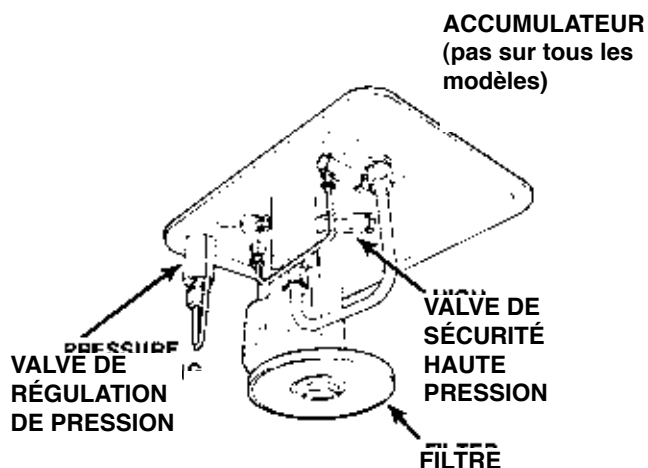

FIGURE 2
1. Déposer les dix vis fixant le moteur et la pompe au réservoir. **IMPORTANT : Ne pas endommager le joint ni cogner le filtre ou les valves de régulation de pression en dégageant la pompe et le moteur du réservoir.** Voir la figure 2.